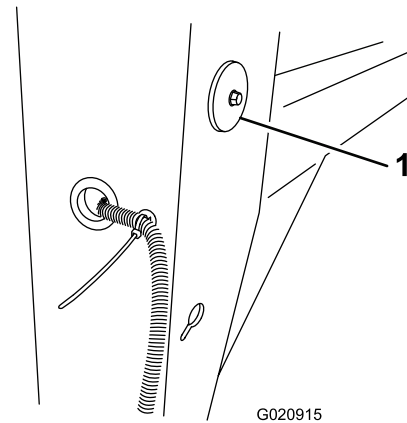

Figure 15
- Alignez le trou d'un réflecteur sur le trou d'un côté du montant avant sur la machine (Figure 15).